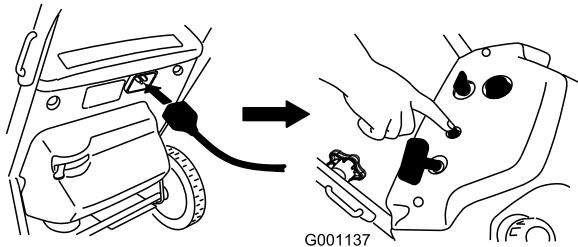
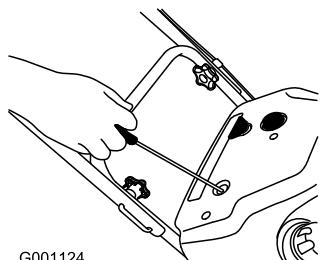

Figure 14
Figure 15
4. Mettez le moteur en marche avec le bouton de démarrage électrique (Figure 14) ou le lanceur (Figure 15).